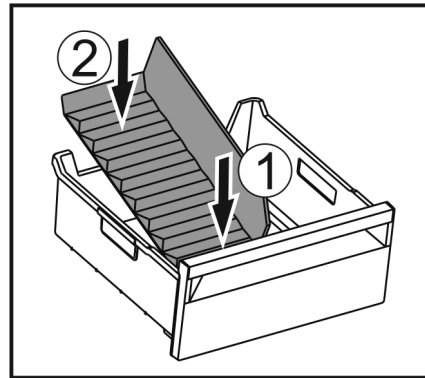

Fig. 114
- ▶ Vorderen Teil des Eisfach-Trenners einsetzen. Fig. 114 (1)
- ▶ Hinteren Teil des Eisfach-Trenners bis zum Schubfachboden absenken. Fig. 114 (2)